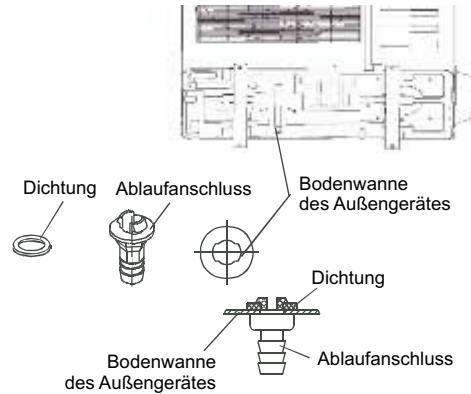

Abb. 7-2
- Die Dichtung auf den Ablaufanschluss aufsetzen, dann den Ablaufanschluss in das Loch der Bodenwanne einstecken und zum Befestigen um 90° drehen. An den Ablaufanschluss wird eine Ablaufschlauchverlängerung (nicht im Lieferumfang) angeschlossen, falls Wasser während des Heizbetriebs aus dem Außengerät ausläuft. (s. Abb. 7-2)